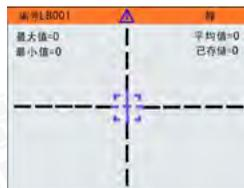

图 2-8
主机测量操作说明：在参数配置界面配置完参数按 (OK) (Ⓞ/Fn) 或者默认参数直接按 (OK) (Ⓞ/Fn) 都可进入检测界面。测量界面上方有信号强度指示，当发射探头关机或者距离太远无法收到信号时，信号状态为内有黄色叹号的黄色三角，如图 2-8 所示。测量过程中如果出现信号中断的情况，请检查探头是否已经关机。信号强度最高是四格。